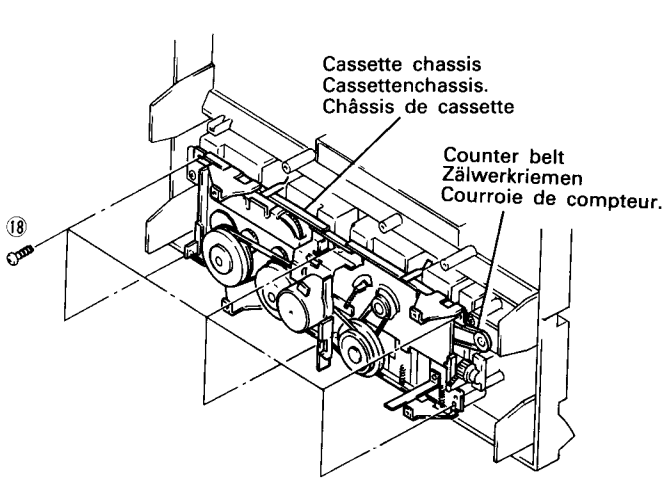

Fig. 17 Abb. 17
**18. Cassettenchassis (Abb. 17)**
**18. Châssis de platine cassette (Fig. 17)**